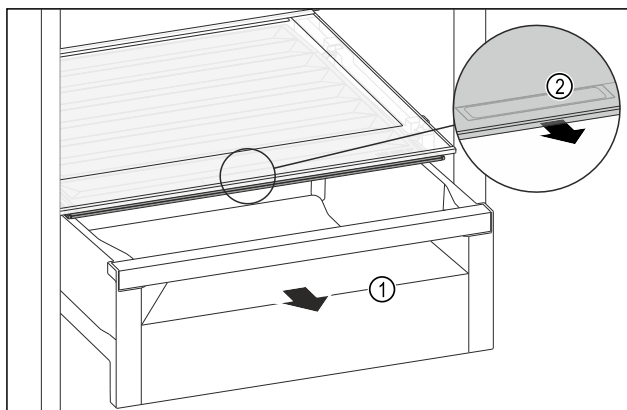

Fig. 159
- ▶ Zásuvku Fig. 159 (1) vytáhněte.
- ▶ Uchopte prohlubeň pro rukojeť Fig. 159 (2) na víku zásuvky a současně zatáhněte za víko zásuvky směrem dopředu.